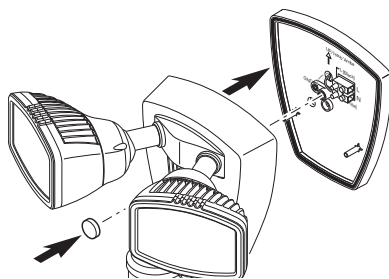

Figure 5
2. Assurez-vous aussi que le joint de caoutchouc est bien placé dans la rainure autour de la plaque 1-2-Ëasy Connect^{MC} (voir la Figure 5).
4. Serrez solidement le boulon de montage, en évitant toutefois de trop le serrer (voir la Figure 5).
5. Enfoncez fermement le bouchon de plastique dans le trou du boulon de montage du luminaire (voir la Figure 5).